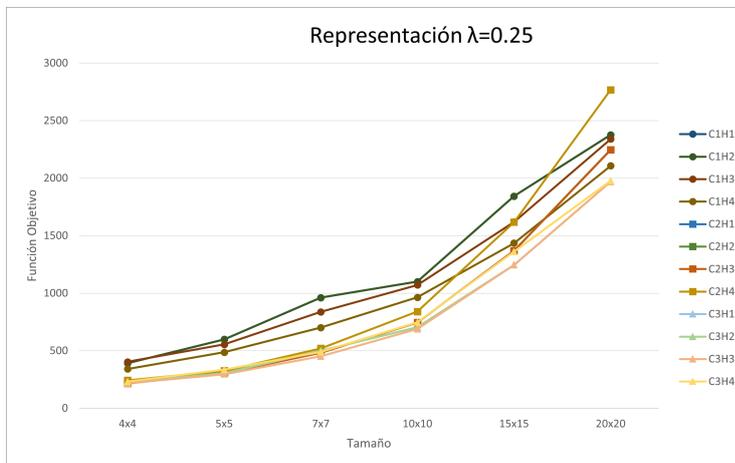

Figura 4.38 Representación General $\lambda = 0,25$ (Elaboración propia).
- $\lambda = 0,25$ → Es el caso en el que se pondera con un 25% el valor del Core Idle Time y con un 75% el valor del Makespan. Tras visualizar la Figura 4.38 la Heurística que proporciona mejores resultados es C3H3.